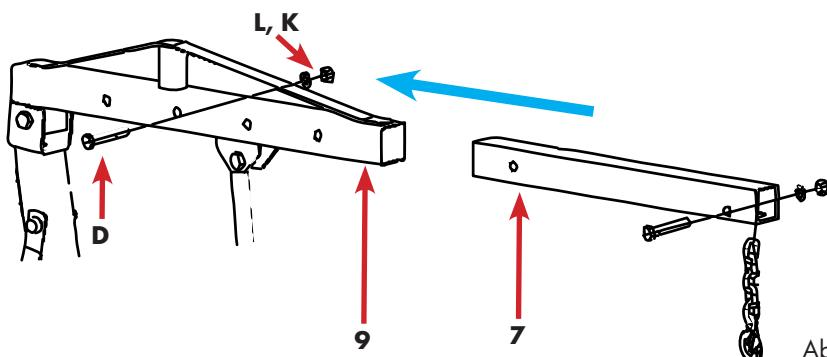

Abb.15
- Schieben Sie den Ausleger in den Tragarm, so dass das Loch im Ausleger mit einem der vier Löcher im Tragarm übereinstimmt, um bei der gewünschten Belastung zu sichern. Siehe Abb.15.
Legende Abbildung 15 (siehe auch ab Seite 15, Abbildung 2 und Tabelle 1)